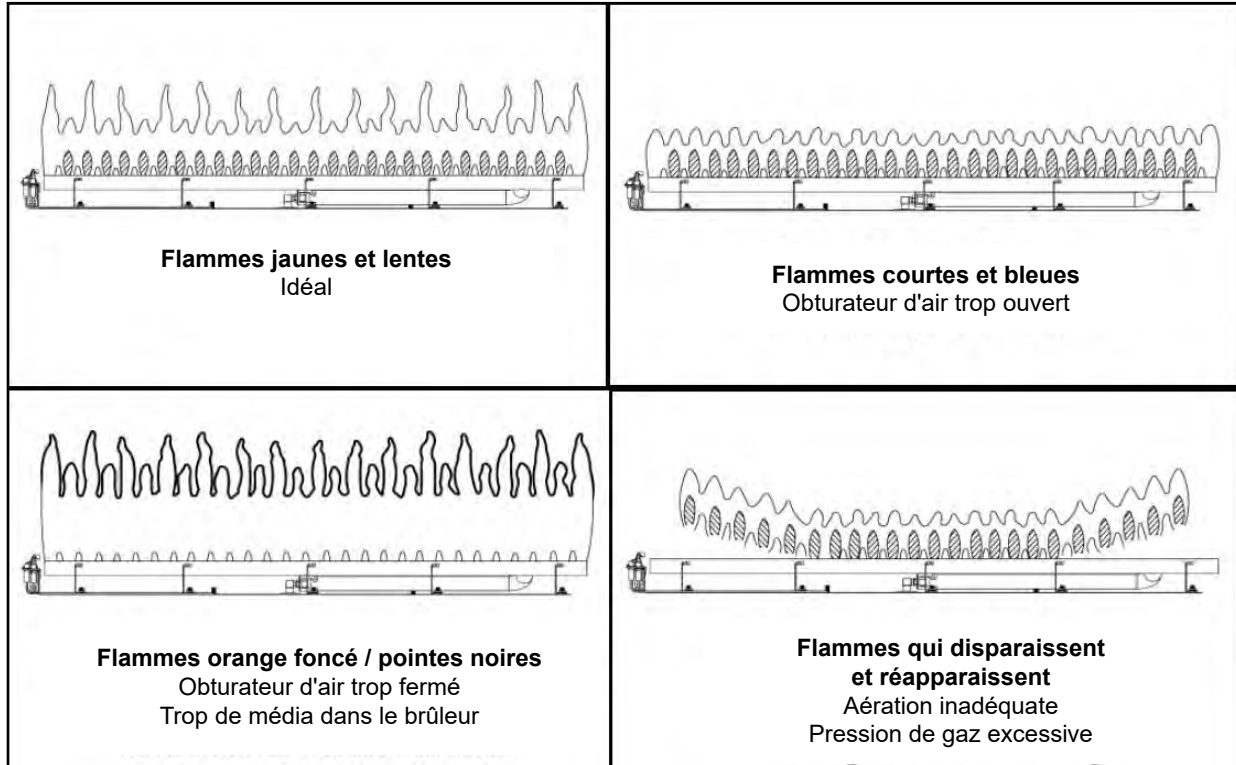
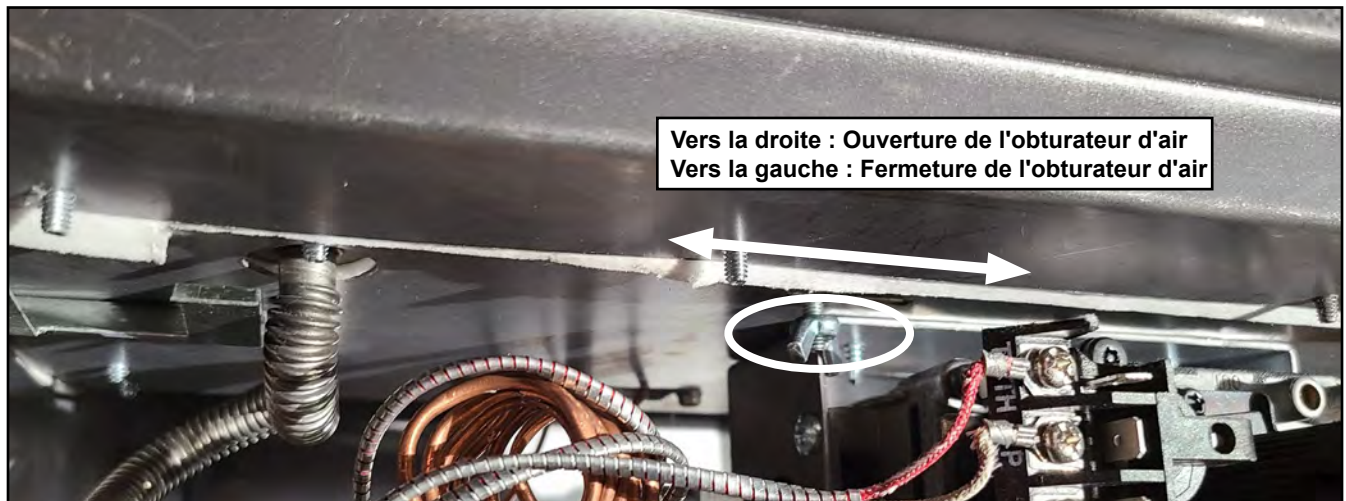

Figure 20.5.01:
Figure 20.5.02:
- Inspecter le brûleur principal et s'assurer qu'il s'allume dans les 4 secondes suivant l'ouverture de la vanne de gaz principale. Les flammes doivent correspondre à celles illustrées à la **Figure 20.5.01**.
Le 22-DVIM22LN-1 inclut un obturateur d'air situé sous le cadre vitré du foyer, servant à ajuster le débit d'air primaire pour obtenir le patron de flammes idéal, tel que montré à la **Figure 20.5.01**. Pour l'ajuster, utilisez un tournevis pour tourner la vis de réglage de l'obturateur d'air, tel que montré à la **Figure 20.5.02**. Pour ouvrir l'obturateur d'air et augmenter le débit d'air au brûleur, tourner la vis de réglage en sens horaire. Pour fermer l'obturateur d'air et réduire le débit d'air au brûleur, tourner la vis de réglage en sens antihoraire.